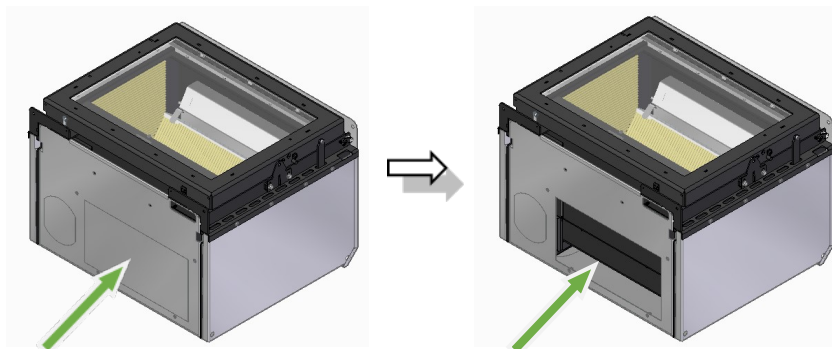

Figure 52 – Retrait des micro-joints inférieurs
a. Sur ces modèles, le kit de ventilation est placé sous l'appareil. Pour fixer le kit de ventilation optionnel, vous devez d'abord casser les micro-joints sur le fond avec un marteau, pour pouvoir fixer le ventilateur et les accessoires du kit de ventilation, voir Figure 52.